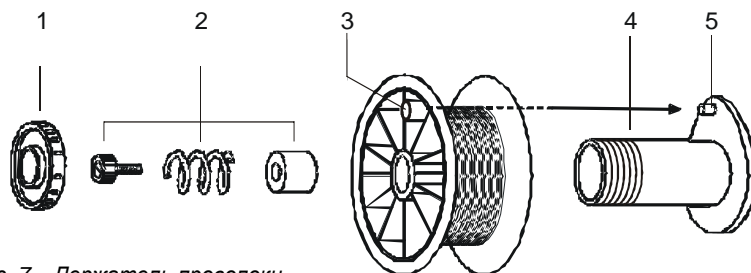

Рис. 7 – Держатель проволоки
- При установке катушки с проволокой на держатель (поз. 4, Рис. 7) необходимо проверить правильность позиционирования направляющего отверстия (поз. 3, Рис. 7) на шпindel держателя (поз. 5, Рис. 7);
- Отрегулируйте усилие торможения катушки прижимным винтом (поз.2, Рис. 7) – вращение катушки должно прекращаться одновременно с остановкой двигателя подачи;